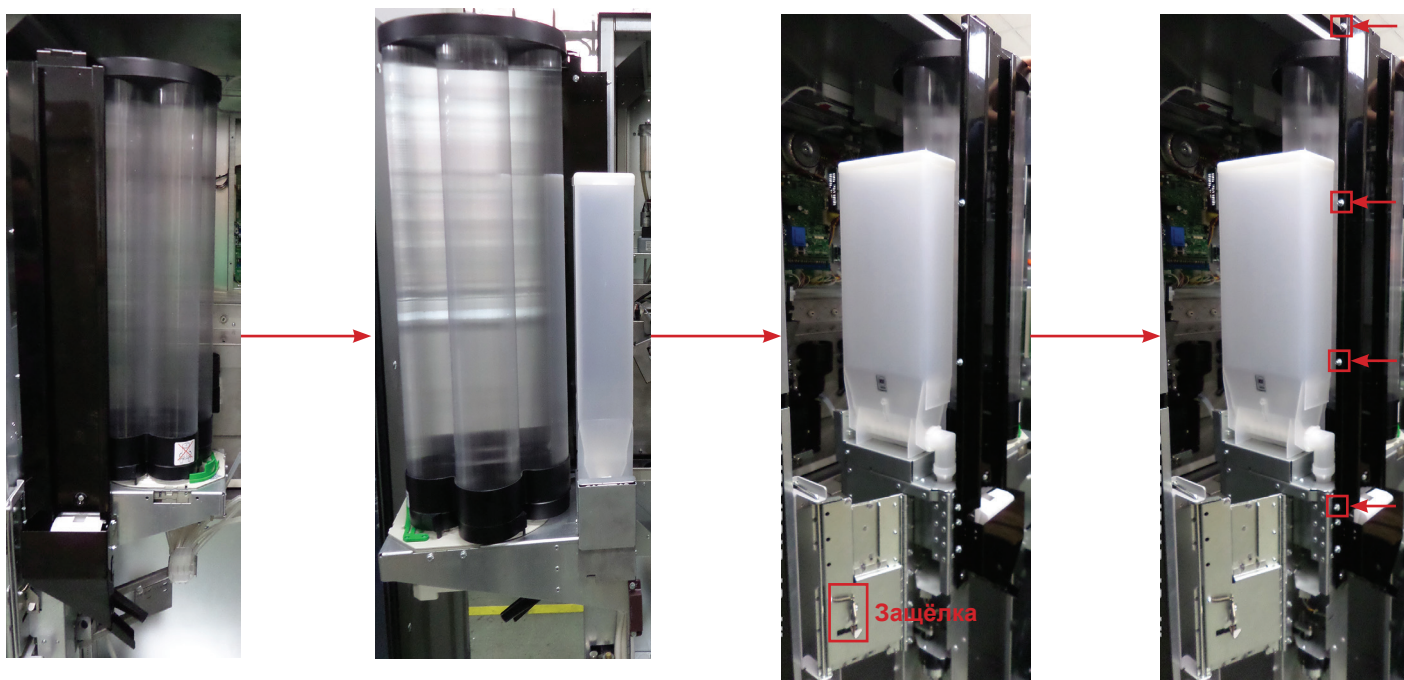

Рисунок 6.10 - Установка направляющей для размешивателей длиной 115 мм
- Открутите четыре гайки уголка диспенсера размешивателей и снимите его (см.рис.6.10г);